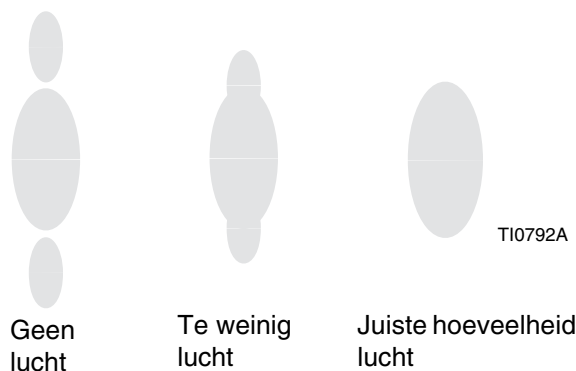

FIG. 14
5. Stel de luchtdruk voor de verneveling in op ongeveer 5 psi (3,5 kPa, 0,35 bar) bij het indrukken van de trekker. Controleer het spuitpatroon en verhoog vervolgens de luchtdruk tot het achteraan komende materiaal volledig vernevelt en in het spuitpatroon wordt getrokken. Zie FIG. 14. Een luchtdruk van zeven tot 10 psi (4,9 tot 7,0 kPa, 0,49 tot 0,7 bar) is meestal genoeg voor het vernevelen van de slijten, vooral bij weinig viskeuze materialen. Als u de luchtdruk te hoog instelt, ontstaat materiaalaanslag op de luchtkap en vermindert het spuitrendement. Ga niet verder dan een luchtdruk van 100 psi (0,7 MPa, 7 bar) naar het pistool.